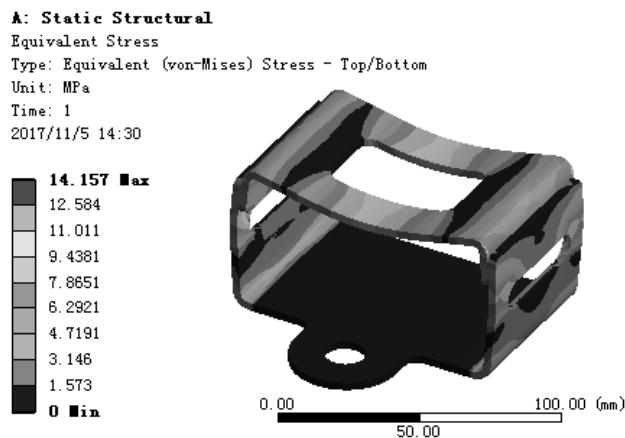

图 7.6.58 应力结果图解
(1) 求解分析。在顶部工具栏中单击  **Solve** 按钮求解分析。
(2) 查看应力结果图解，在“Outline”窗口中选中  **Equivalent Stress**，查看图 7.6.58 所示的总应力结果，其最小应力为 0MPa，最大应力为 14.157 MPa。